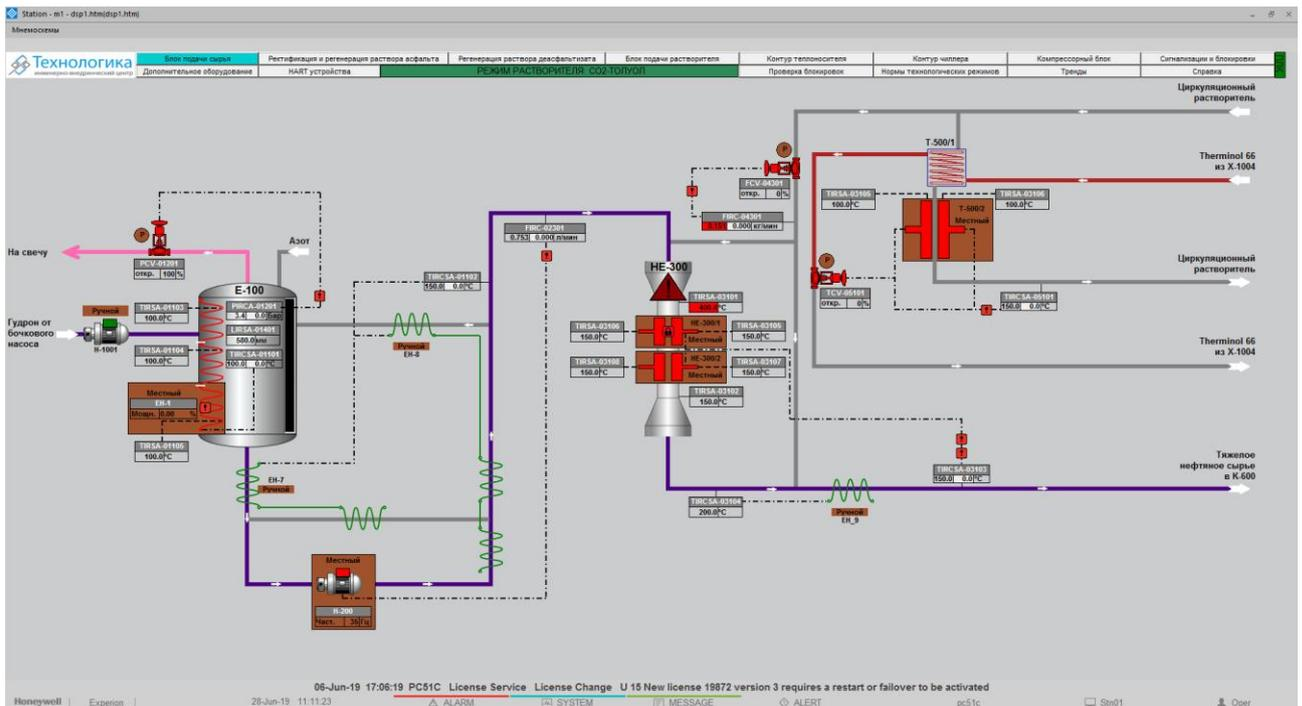

Рисунок 9 – Станция в рабочем режиме 1
- Элементы мнемосхем активно индицируют текущие состояния датчиков и исполнительных механизмов (Рис. 9);